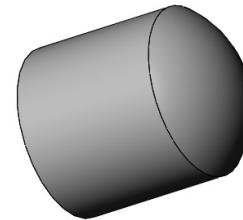

图 4-88 生成实体模型圆顶
- [5] 单击【确定】按钮 ，生成实体模型圆顶，如图 4-88 所示。